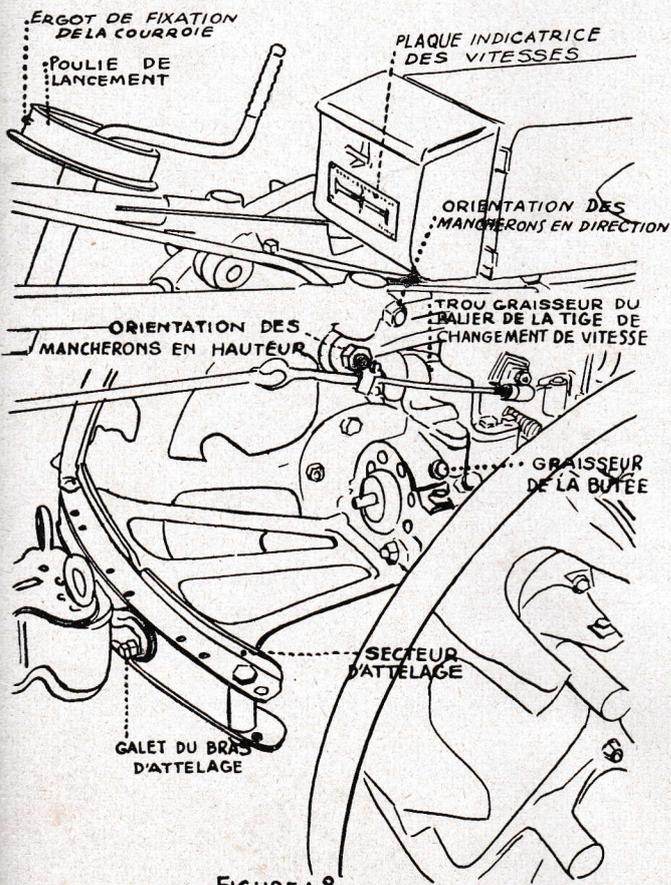
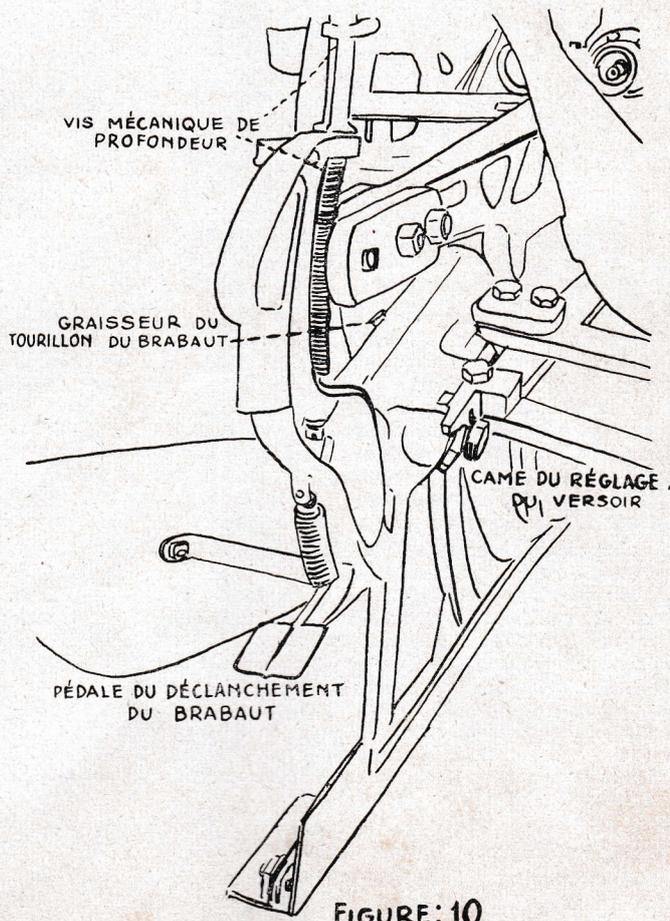

FIGURE: 8
FIGURE: 10
Ne pas oublier de graisser le tourillon du brabant (fig. 10) ainsi que toutes les articulations, entre autres le secteur d'attelage, les galets circulant dessus, etc. (fig. 8).
- 3° Embrayez doucement afin de dégager la charrue de la terre. Si vous travaillez au brabant, appuyez sur la pédale libérant cette dernière de la came de verrouillage (fig. 10). Utiliser le balant pour changer de versoirs, en faisant pivoter le tourillon sur son axe. Pendant cette même opération, aidez le motoculteur à pivoter sur la roue déclabotée jusqu'à ce que vous ayez fait les 3/4 d'un 1/2 tour.
Le réglage du brabaut s'obtient en déplaçant les cames servant à donner l'inclinaison de chaque versoir (fig. 10); pour cela, dévisser la vis six pans, remonter ou baisser la came et rebloquer la vis; la profondeur s'obtient au moyen de la vis mécanique placée à l'arrière du brabaut.